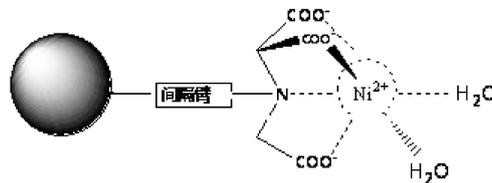

图 1. Ni NTA Beads 产品化学结构示意图
**Ni NTA Beads** 是以 4% 琼脂糖凝胶为基质，通过化学方法偶联了四配位的氮川三乙酸 (NTA)，螯合镍离子 ( $\text{Ni}^{2+}$ ) 后，可以形成非常稳定的八面体结构，镍离子处于八面体的中心，这样的结构保护了镍离子免受小分子的进攻 (产品结构见图 1 所示)，更加稳定，具体性能见表 1。**Ni NTA Beads** 可以耐受一定浓度的还原剂、变性剂或螯合剂等苛刻条件 (见表 2)，适用性更广，配体更稳定，选择性更高。